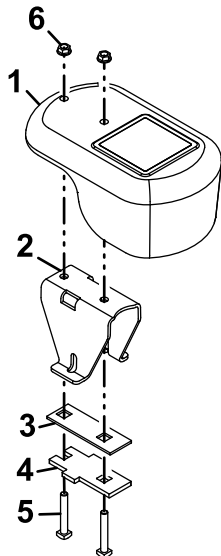

Figura 7
- Utilizzate i bulloni ( $\frac{3}{8}$ " x  $2\frac{1}{2}$ " ) e i dadi per fissare le piastre alla zavorra (Figura 7).